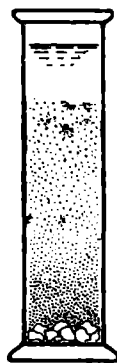

Рис. 115. Диффузия медного купороса в воде.
1. Растворение. Мы знаем, что молекулы веществ находятся в *непрерывном движении*. Этим объясняется явление *диффузии*, т. е. распространение одних веществ в других. Если в цилиндр с водой бросить кристаллы какого-нибудь растворимого вещества, то оно постепенно *диффундирует* в воде (рис. 115), пока не получится однородный раствор. Это легко наблюдать на медном купоросе, за диффузией которого можно следить благодаря его синему цвету. Диффузия в жидкостях идет гораздо медленнее, чем в газах, и длится десятки дней, но в конце концов получается совершенно *однородный раствор*.